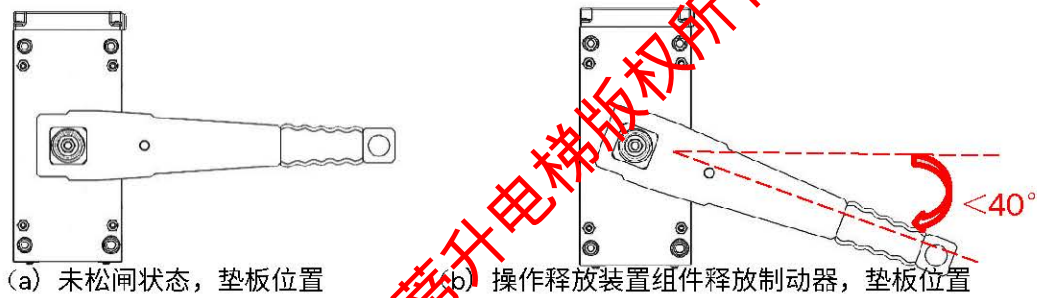

图 8-6 松闸时，垫板位置状态
- 通过往下压连杆，释放左、右两个制动器至打开状态（制动器打开状态确认：即释放时，听到微动开关动作声音后，即为制动器已释放至打开状态。此时切勿再使劲往下按压连杆）。如图 8-6（b）所示，手动松闸时，释放杆的旋转角度应小于 40° ；
- 当松闸装置组件使用完毕后，应确认垫板处于未松闸状态，如图 8-6（a）所示；